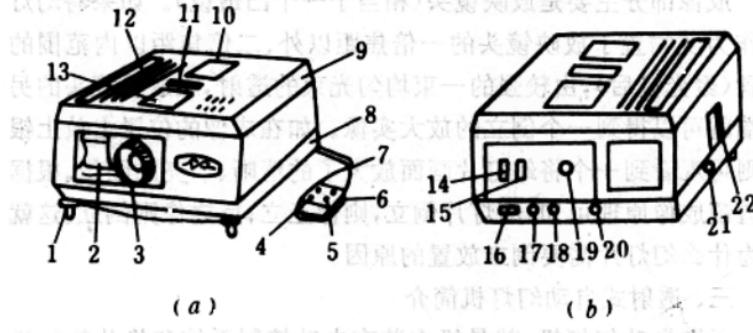

图 1.2 FH-50 型自动幻灯机
1. 参照图 1.2 或产品说明书，熟悉 FH-50 型透射式自动幻灯机外型结构、操作键钮名称、功能以及机器的性能与特点
① 检查风扇马达是否运转(若风扇与灯泡是由两个开关分别控制的,则先应按下风扇开关,使风扇马达先运转,然后再接通灯泡开关,关机时顺序相反)。如果风扇马达不运转或停转,则应立即关机,待排除故障后方可使用。
② 按动换片钮,检查推挽杆进退是否正常。
③ 按动电动调焦钮,检查电动调焦机构是否正常。
④ 检查完毕后,关断电源开关。
5. 拔出电源插头,依次拿掉图 1.2 中所示灯箱盖、长盖板、镜头活动短盖,再卸下上盖,观察机器内部光学系统、驱动系统、调焦系统等。重点了解光路系统的结构,在教师的指导下,学习更换灯泡、保险管和调整光路的方法。
① 依次开启风扇和灯泡电源开关。
② 调整幻灯机升降脚的高低和幻灯机的方向角度,使光束垂直对准银幕。一般幻灯机的仰角不超过 10°。
③ 放映镜头调焦。先用手旋转镜头筒进行粗调,再按动调焦按钮微调,直至画面清晰为止。
④ 选择换片控制方式。可以选择手动,也可以选择自动(时控)。
⑤ 用手动控制方式进行进退放幻灯片。在按动倒顺按键放映时,应注意进、退转换要在前一次换片的动作完成后再进行。